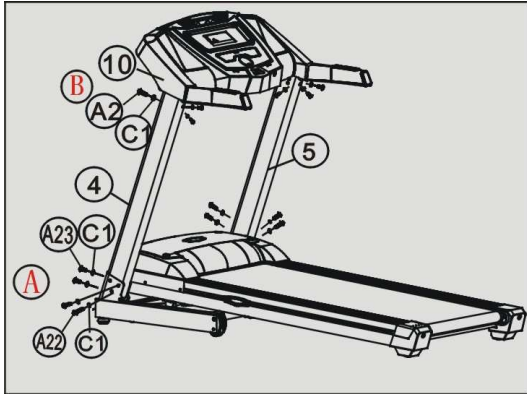

Figure 2
2. Serrez le boulon M10*50 (A22) et la rondelle plate $\Phi 8$ (C1) qui relie déjà les montants gauche et droit (4, 5) au Châssis (13). Fixez-les avec deux boulons M8*20 (A23), deux rondelles plates $\Phi 8$ (C1) en face d'un boulon M8*50 (A22) et d'une rondelle plate $\Phi 8$ (C1) sur les deux côtés. (Voir figure 2-B).
3. Fixez l'ordinateur (10) sur les montants gauche et droit (4, 5) avec six jeux de deux boulons M8*16 (A2) et rondelles plates $\Phi 8$ (C1). (Voir figure 2-B).